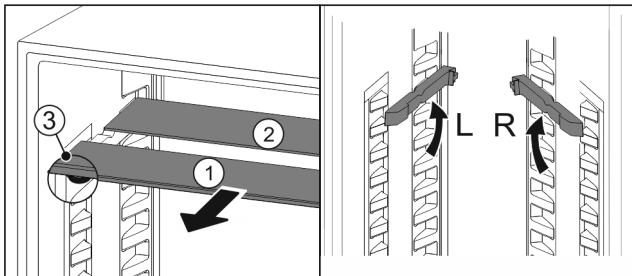

Fig. 81
- По одной извлеките Fig. 81 (1) стеклянные панели движением вперед.
- Стеклянная панель Fig. 81 (1) с декоративной планкой лежит спереди.
- Стопоры Fig. 81 (3) показывают вниз.